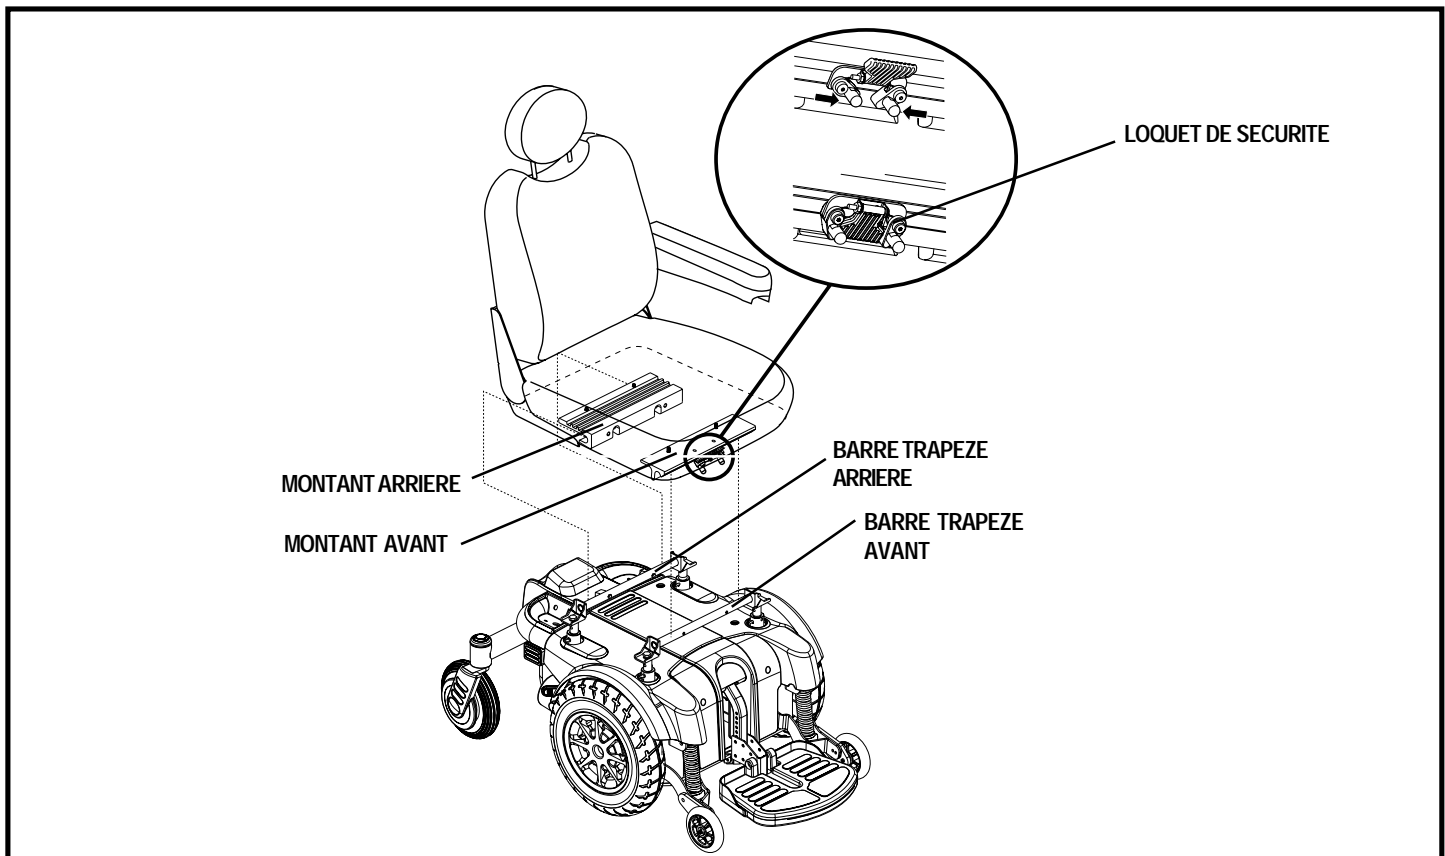

Figure 11. Installation du siège
Il se peut qu'il soit nécessaire de faire l'installation du siège avant de faire la mise en service ou après l'avoir transporté. Le système de montage universel (UMS) est composé de pièces compatibles au siège à dossier moyen ou à dossier haut sans égard à la largeur ou à la profondeur du siège. Les composantes principales sont deux montants en aluminium montés sur la base. Elles se fixent à une paire de barres trapèze qui sont montées sur les quatre poteaux métalliques de la base motorisée. Voir la figure 11.
4. Faites basculer le loquet du siège vers le bas pour verrouiller le siège. Voir la figure 11.